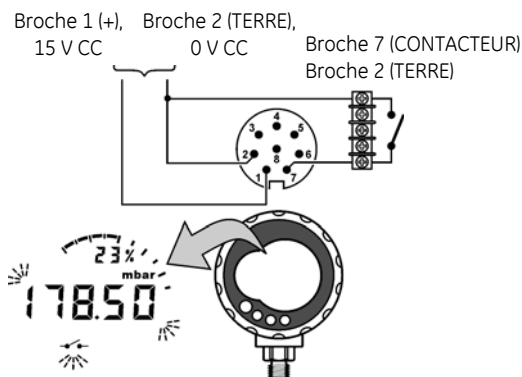

Figure 2 : Exemple de configuration - Entrée de contacteur
1. Raccordez le DPI 104-IS (figure 2/tableau 5).
La figure 2 représente l'affichage lorsque le contacteur change de statut (ouvert ou fermé). L'écran analogique et la valeur en % continuent d'indiquer la pression normale.